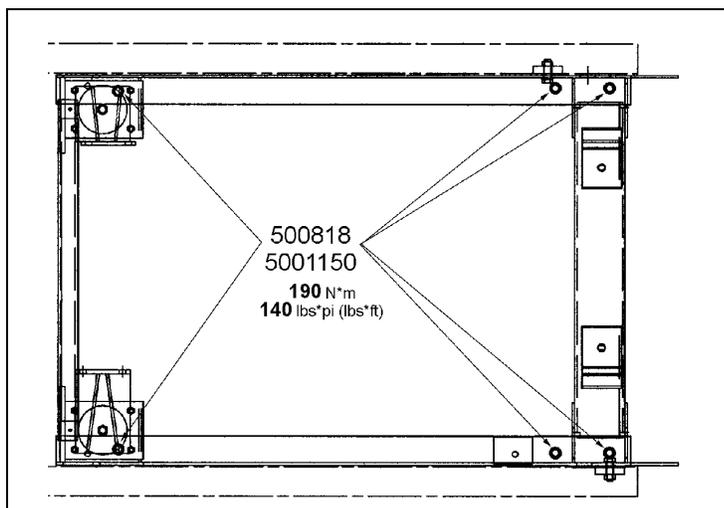

FIGURE 5 : BOULONS DE FIXATION VERTICAUX DU BERCEAU MOTEUR
16. Installer le nouveau berceau moteur. Afin de bien positionner le berceau moteur, il est nécessaire d'aligner les trous des boulons de fixation horizontaux du berceau avec ceux des longerons (voir figure 6). Boulonner le berceau en place à l'aide de la quincaillerie fournie. Se référer aux figures 5, 6 & 7 pour identifier les boulons et connaître les couples de serrage. Certains trous de boulonnage ne s'alignent pas avec ceux se trouvant sur les assises du berceau moteur. Il sera nécessaire de repercer les assises pour recevoir les boulons.